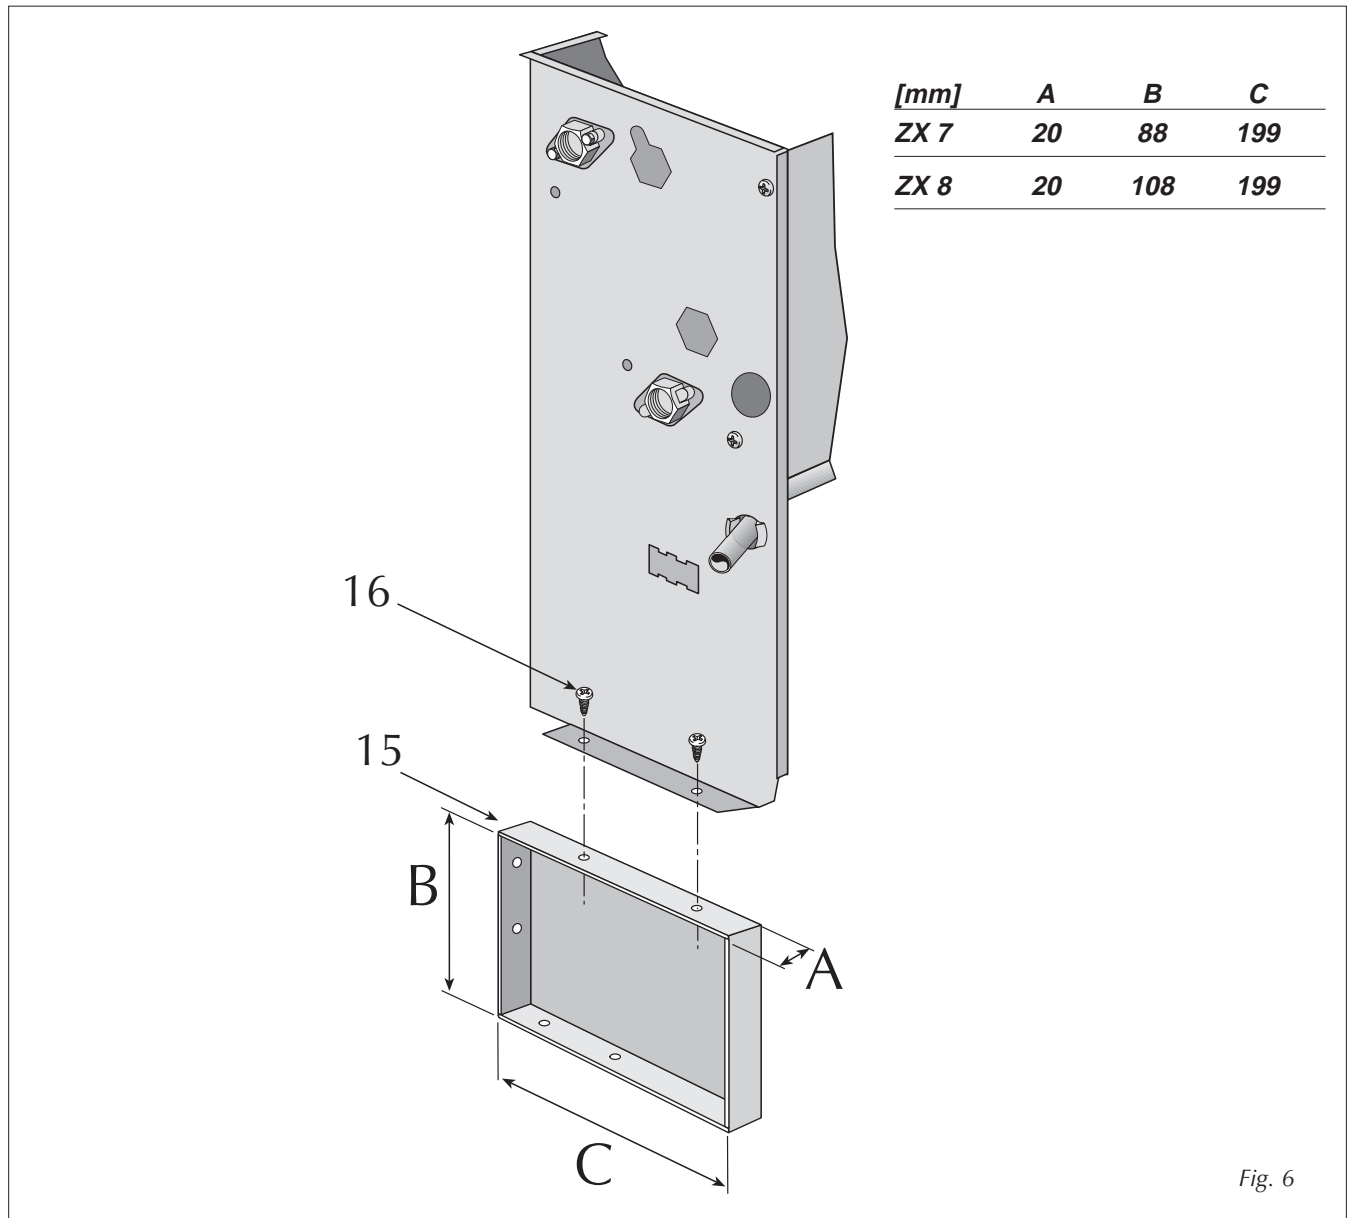

Fig. 6
Fissare gli zoccoli (15 fig. 6) utilizzando le viti a corredo (16).
Fit the feet (15 fig. 6) using the screws provided (16).
Fixer les pieds (15 fig. 6) avec les vis fournis (16).
Die Zwei Sockel (15 Abb. 6) sind in diesem Fall gleich.